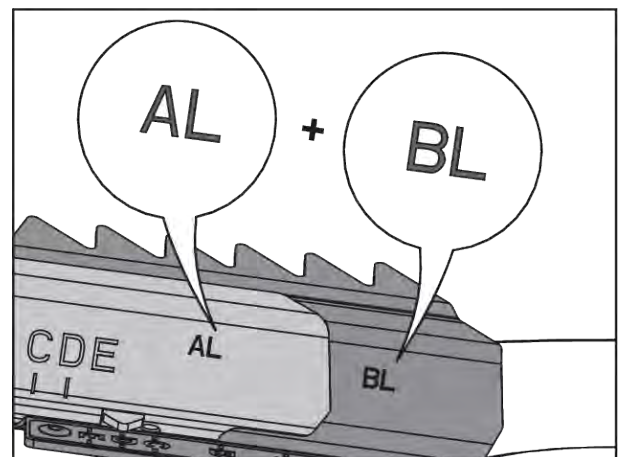

Fig. 81: Kombination av spridarvingar
- Se Fig. 81 Kombination av spridarvingar